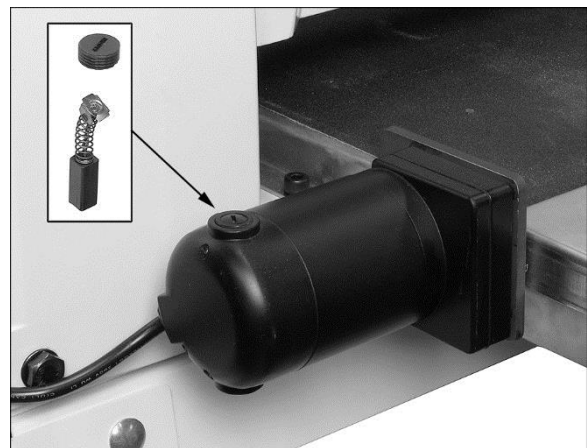

Abb. 10-4
8. Die Kappe mit einem Schlitzschraubendreher ausschrauben und entfernen. Siehe Abb. 10-4.